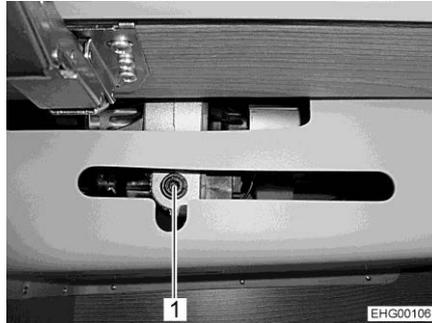

Fig. 80 Acceso al accionamiento
- Si el alojamiento (Fig. 80,1) para el accionamiento está instalado en el armario de pared: abrir el armario de pared.
- Insertar la manivela entregada o una llave Allen en el alojamiento en el motor (Fig. 80,1).